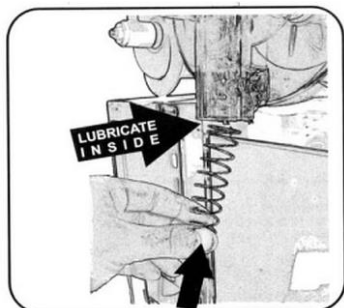
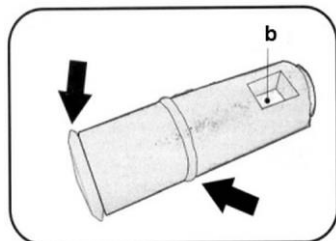

Fig.38
Fig.40
1. Fugt tætningerne på aftapningshanen (fig. 38) og tætningerne (fig. 40) med vand, før du monterer aftapningshanens komponenter.
3. Sørg for, at det lille hul (se fig. 40) er lige foran dig, når du sætter stiften på aftapningshanen i.